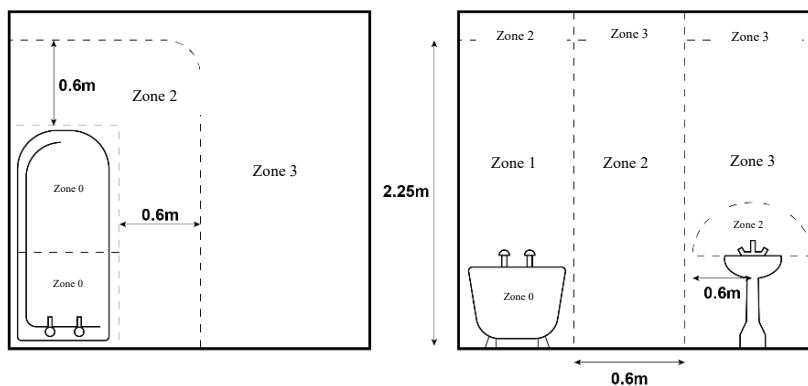

Abbildung 3
- Der NEO / NEO-WIFI-Regler darf nicht in einen Heizkörper in ZONE 0 oder ZONE 1 (Zonendefinition IEC 60364-7-701 siehe Abbildung 3) eingebaut werden.